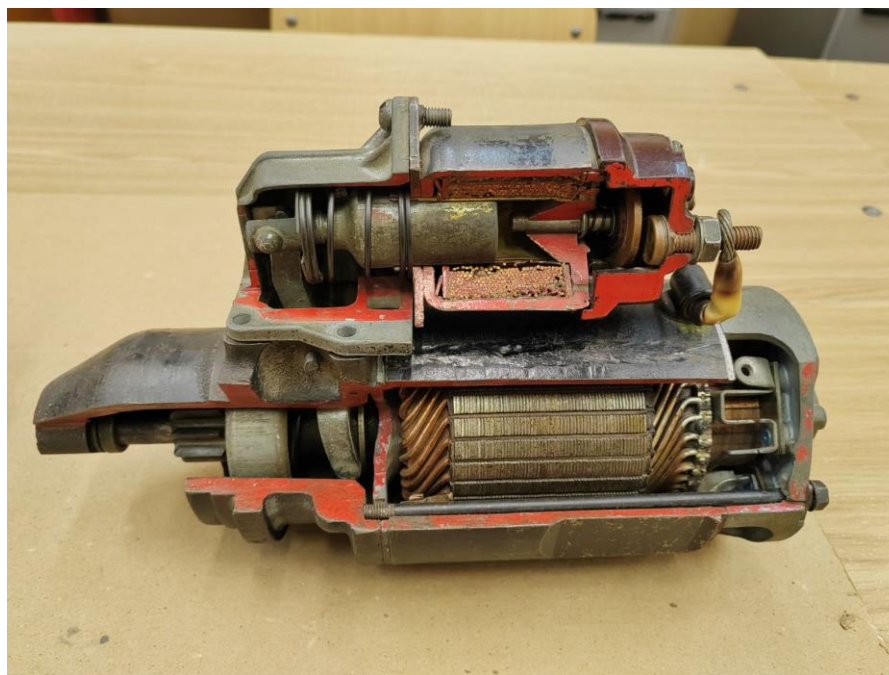

Рисунок 6 – Разрезная модель стартера
2) Расположение основных частей и их взаимодействие хорошо видно на разрезной модели стартера (рисунок 6).